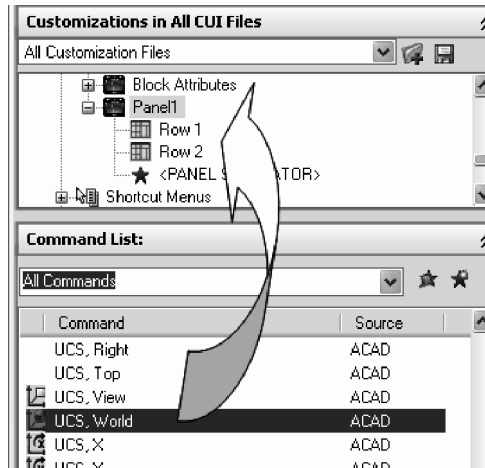

Fig. 5.60 Adăugarea unei noi comenzi
8. Se „trag” pe rând, comenzile dorite, din secțiunea **Command List** peste numele panoului sau al linii din panou, ca în Fig. 5.60.